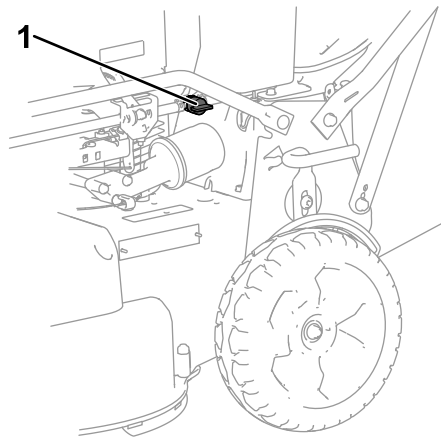

Figura 14
2. Abra la válvula de cierre del combustible (Figura 14).